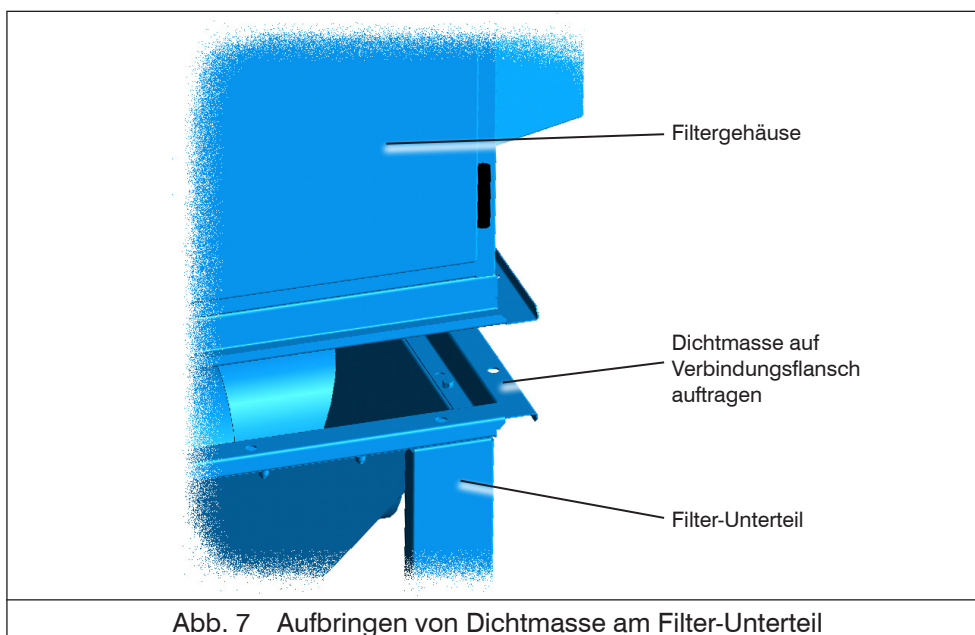

Abb. 7 Aufbringen von Dichtmasse am Filter-Unterteil
- 4 Bringen Sie auf dem Verbindungsflansch des Filter-Unterteils zwei durchgehende Wülste der gelieferten Dichtmasse beiderseits der Befestigungslöcher gemäß Abb. 7 an.
- 5 Bringen Sie auf dem Verbindungsflansch des Filter-Unterteils zwei durchgehende Wülste der gelieferten Dichtmasse beiderseits der Befestigungslöcher gemäß Abb. 7 an.